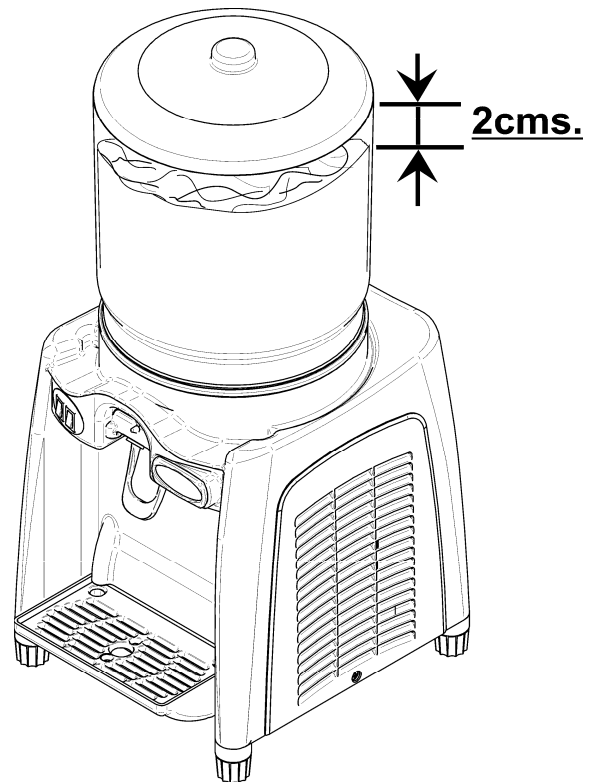

Abbildung 3
3. Den Behälter bis zu 2-3 cm unter dem Rand füllen und anschließend den Deckel aufsetzen. Beim Füllen des Behälters darf der markierte Höchststand nicht überschritten werden, um das Überlaufen der Flüssigkeit beim Ingangsetzen der Rührflügel zu vermeiden (siehe Abb. 3).
4. Überprüfen Sie vor dem Anschluß des Geräts an das Stromnetz anhand des an der Rückseite befindlichen Typenschilds, daß Spannung (V) und Frequenz (Hz) des Geräts mit denen des Netzes übereinstimmen. Benutzen Sie einen den geltenden Bestimmungen entsprechenden geerdeten Stromanschluß. Sollte der Stromanschluß nicht geerdet sein, so ziehen Sie einen Elektriker zu Rate. Sind die erwähnten Voraussetzungen erfüllt, so können Sie das Gerät an das Stromnetz anschließen.